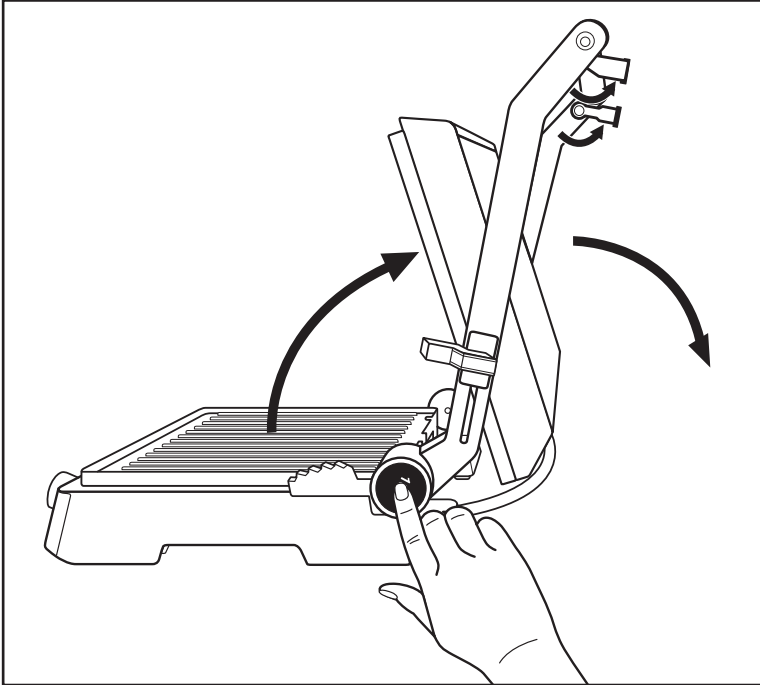

Fig. 1
- 1) Déliez les deux pieds ❶ (fig.1)
- 2) Appuyez sur la touche de déverrouillage 180° ❸ (fig.1) et ouvrez le couvercle de l'appareil de manière à ce que les deux plaques chauffantes ❷ puissent être utilisées comme gril de table.